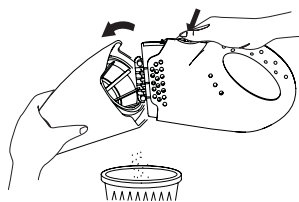

Рис.4
- Для снятия контейнера-пылесборника (6), нажмите на фиксатор (9) на корпусе пылесоса (3), потяните контейнер-пылесборник (6) на себя и снимите его (рис. 4).